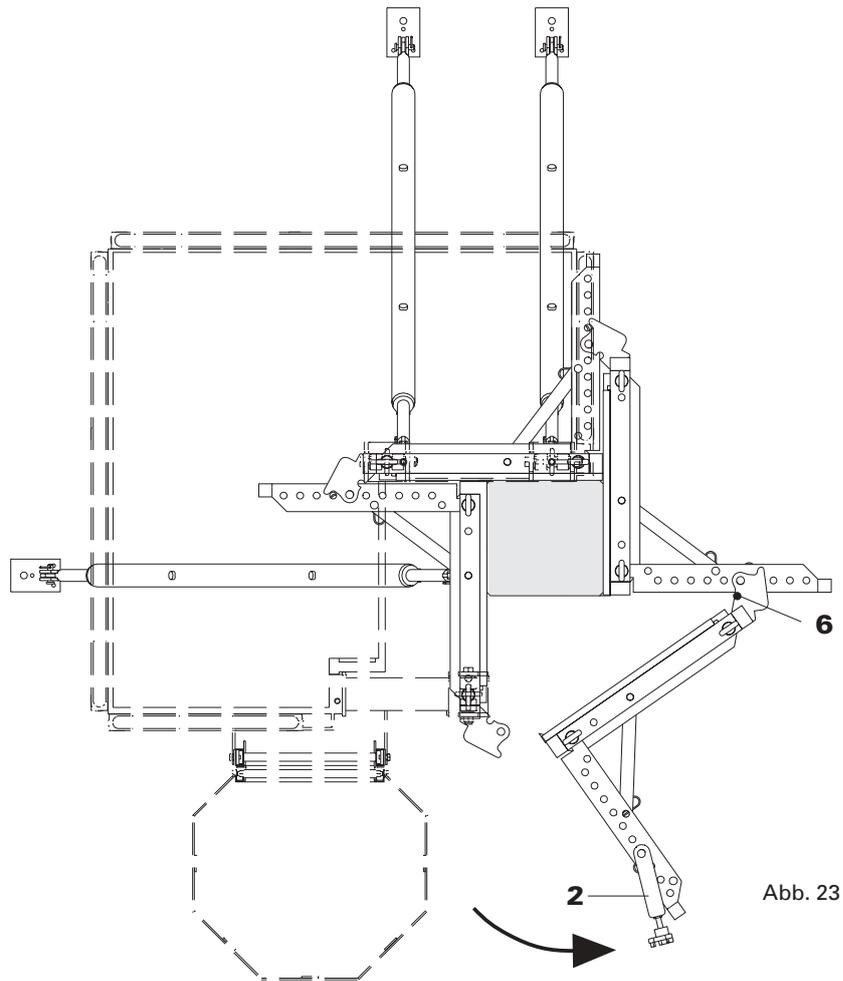

Abb. 23
4. Die geöffnete Einheit mit dem Arretierungsbolzen **6** in der Offenhaltestellung stabilisieren. Abb.23